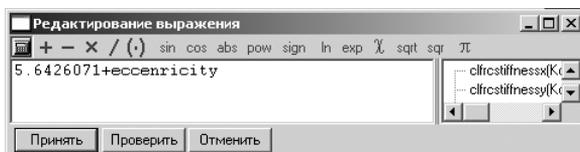

Рис. 2.122. Диалоговое окно **Редактирование выражения** после добавления идентификатора дебаланса **eccentricity**
- щелкните дважды в окне **Инспектор** в разделе **Координаты центра масс в СК** тела в поле координаты **Y**. Появится диалоговое окно **Редактирование выражения** с ранее добавленным идентификатором дебаланса **eccentricity**, см. рис. 2.122;